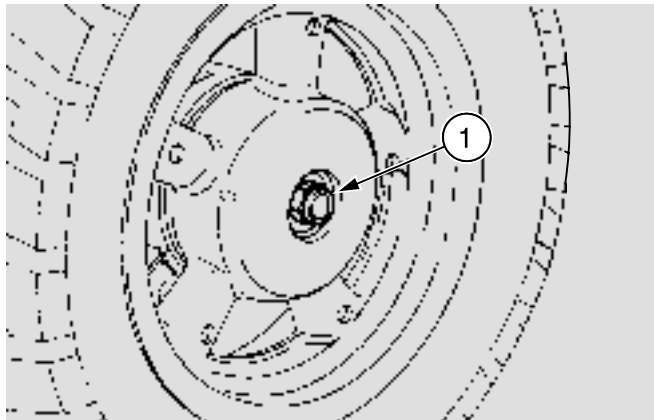

Fig. 33
- ◆ Dévisser et enlever l'écrou de la roue (1-Fig. 33), et garder la rondelle.
Couple de serrage de l'écrou de la roue (1-Fig. 33): 110 Nm (11 kgm).